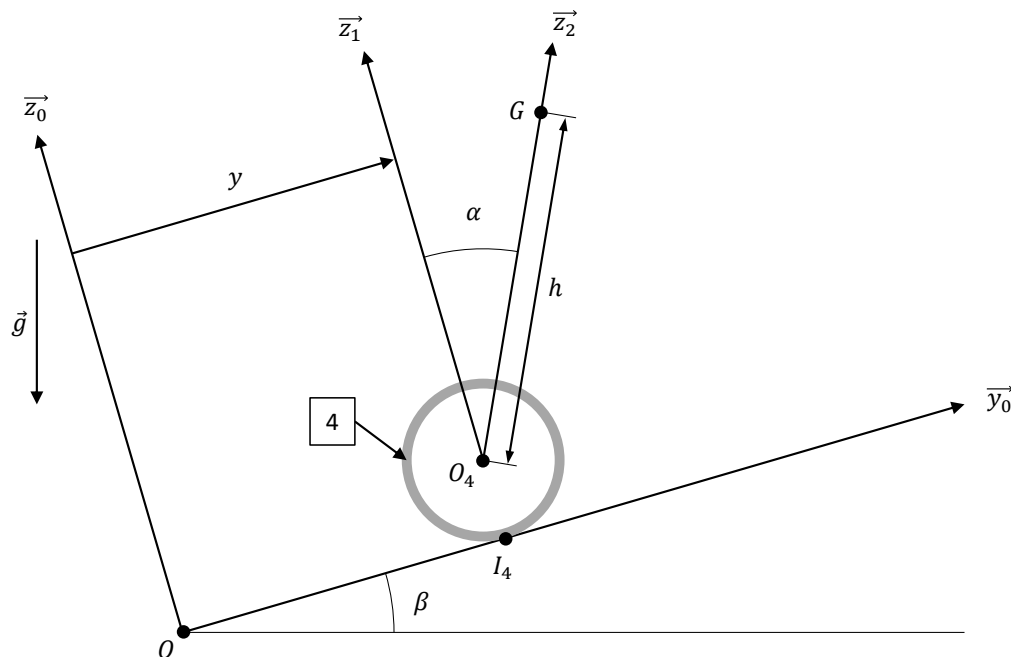

FIGURE 3 – Schéma cinématique - déplacement en ligne droite
- sur une pente inclinée d'un angle  $\beta$  par rapport à l'horizontale (Figure 3).